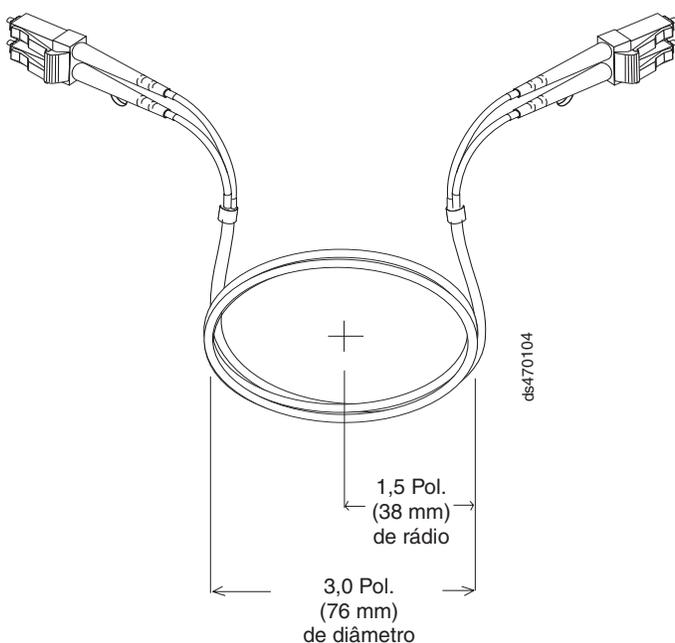

Figura 27. Especificações Recomendadas de Curvatura e Looping para Cabos de Fibra Ótica
- Ao armazenar cabos de fibra ótica em excesso ou não utilizados, não entorte os cabos em um diâmetro menor que 76 mm (3 pol.) ou em um raio menor que 38 mm (1,5 pol.) ou enrole-os ao redor deles mesmos. Consulte Figura 27 na página 52.